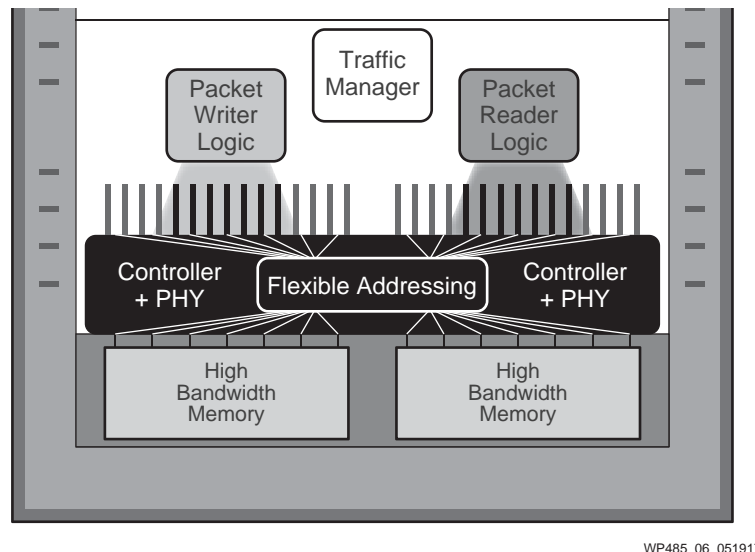

図 6: 一般的なイーサネットブリッジデザイン
2. **デザインのタイミング クロージャに基づいて最も都合の良い AXI インターフェイスを使用して接続できる。** たとえば、メモリに書き込むロジックは、メモリから読み出すロジックと同じ場所にある必要なくなりました。基本的なトラフィック マネージャーの例では、パケット ライター ブロックの AXI インターフェイスとパケット リーダー ブロックの AXI インターフェイスは、それぞれのブロックに近接するように選択できます。図 6 を参照してください。